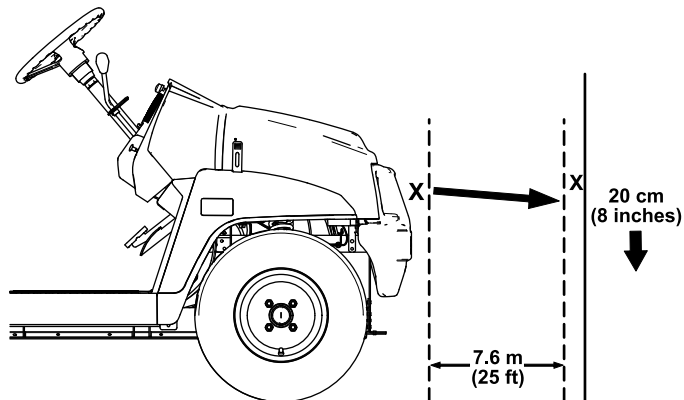

Figura 47
- Aparque la máquina en una superficie nivelada con los faros a unos 7.5 m (25') de una pared (Figura 47).
La parte más brillante del haz del faro debe estar a 20 cm (8") por debajo de la señal hecha en la pared (Figura 47).